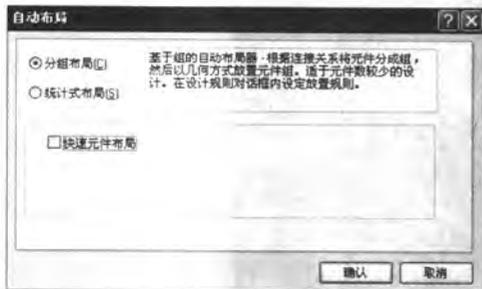
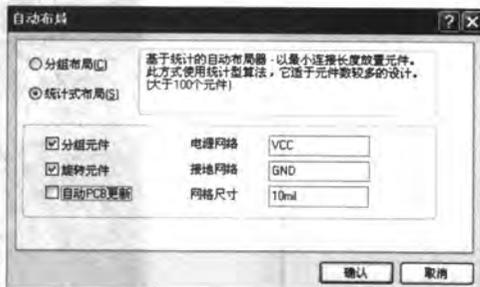

图 9-15 分组布局方式设置
图 9-16 统计式布局方式设置
- [3] 执行【工具】/【放置元件】/【自动布局】命令，系统弹出如图 9-15 所示的【自动布局】对话框。
【自动布局】对话框用于设置元器件自动布局的方式。根据元器件数量的多少，系统分别提供了两种方式，即【分组布局】和【统计式布局】。采用的方式不同，需要设置的内容也不同，如图 9-15 和图 9-16 所示。在统计式布局方式中，需要设置如下几项。